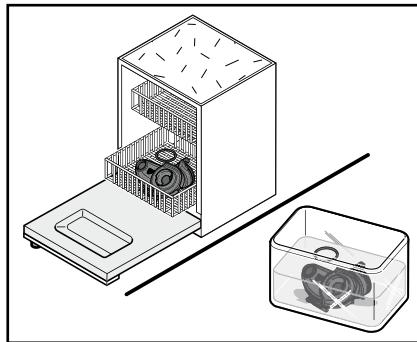

Рис. 29
7. Очистить смесительную вставку с уплотнительным кольцом (Рис. 29):